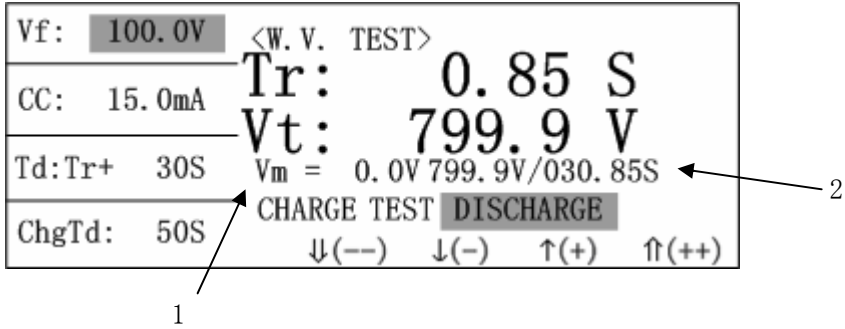

图 3-16 W.V. TEST 页选项
在<MAIN INDEX>页面中, 用方向键将光标移动到“(5) W.V. TEST”处, 再按  软键则会进入<W.V. TEST>页面 (如图 3-16 所示)。